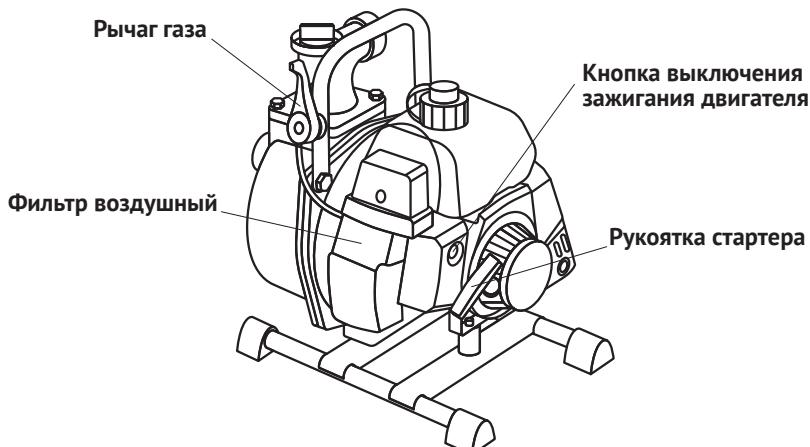

Рис. 2
Рукоятка стартера служит для запуска двигателя (рис. 2).
5. Возьмитесь за рукоятку стартера (рис. 2) и плавно потянните, пока не почувствуете сопротивление, после чего резко дерните её. После запуска двигателя плавно верните рукоятку стартера на место.